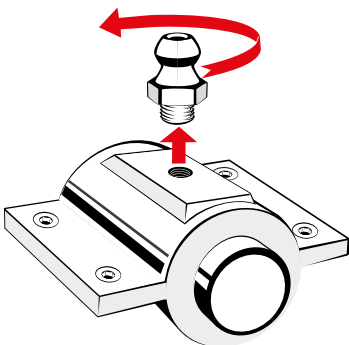

Fig. 13.
- Remove the old fitting „Fig. 13.“.